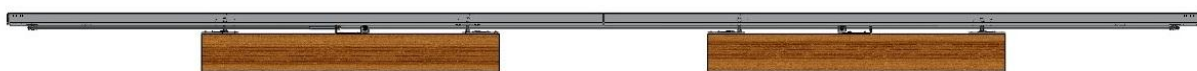

Рис.5
6. После установки планок вешаем дверь на винтах, вкручивающихся в основание каретки.(см. рис.5)